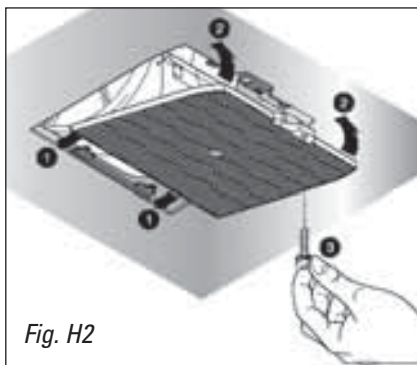

Fig. H2
Per il montaggio o la sostituzione dei filtri al carbone attivo rimuovere i filtri metallici (FM) come indicato nella figura H1-1 e seguire le indicazioni della figura H2.